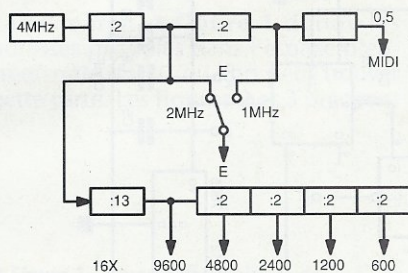

Figure 6 : plan de fréquence du générateur d'horloge en partant de 4 MHz.
Afin d'aider à la finition, la figure 6 propose la double graduation à l'échelle 1 entourant les LED. Une photocopie recouverte d'un morceau de ruban adhésif et collée avec du double face fin permettra d'obtenir le même résultat que sur notre prototype.
FA.LMC (fig. 6, 540 lignes)
■ Figure 6 : une graduation toute faite à reprendre
La **figure 6** résume les différentes divisions de la fréquence de référence pour obtenir les valeurs nécessaires. La configuration MIDI constitue le cas le plus simple. Le 4 MHz est divisé par quatre pour donner 1 MHz, c'est la valeur de E pour les 6850 bas de gamme (ni A ni B) ; on pourra passer à 2 MHz, avec les versions A ou B. Le mégahertz